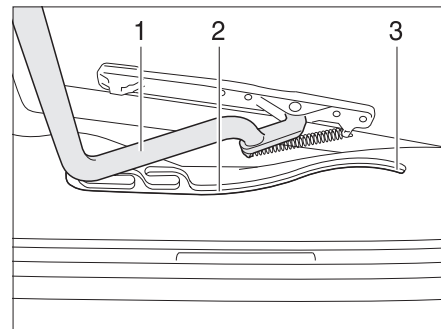

Fig. 86 Claraboya Heki, guía
- Tirar la horquilla (Fig. 86,1) en las guías (Fig. 86,2) hasta la posición trasera final (Fig. 86,3).
- Empujar el estribo (Fig. 86,1) ligeramente hacia arriba con ambas manos.
- Tirar el estribo en las guías (Fig. 86,2) hasta la posición deseada.